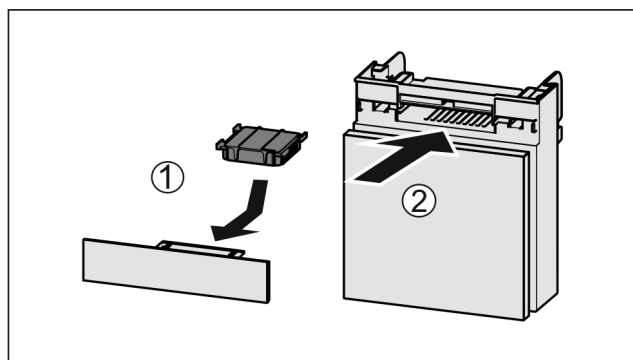

Fig. 159
- Pange Fig. 159 (1) aktiivsöefilter joonise järgi sisse.
- Lükake Fig. 159 (2) laegas sisse.